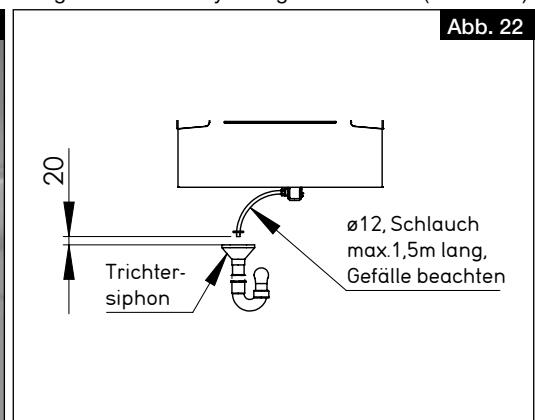

Abb. 22
- > Der Kondensatschlauch muss 20 mm über dem offenen Abfluss bzw. möglichen Wasserstand enden (s. Abb. 22).
- > Der vom Kugelsiphon abgehende Kondensatschlauch muss mit einem Gefälle nach unten, frei abtropfend in einen Trichtersiphon abgeleitet werden und darf nicht in ein geschlossenes System geführt werden (s. Abb. 22).
> Der Kondensatschlauch muss 20 mm über dem offenen Abfluss bzw. möglichen Wasserstand enden (s. Abb. 22).